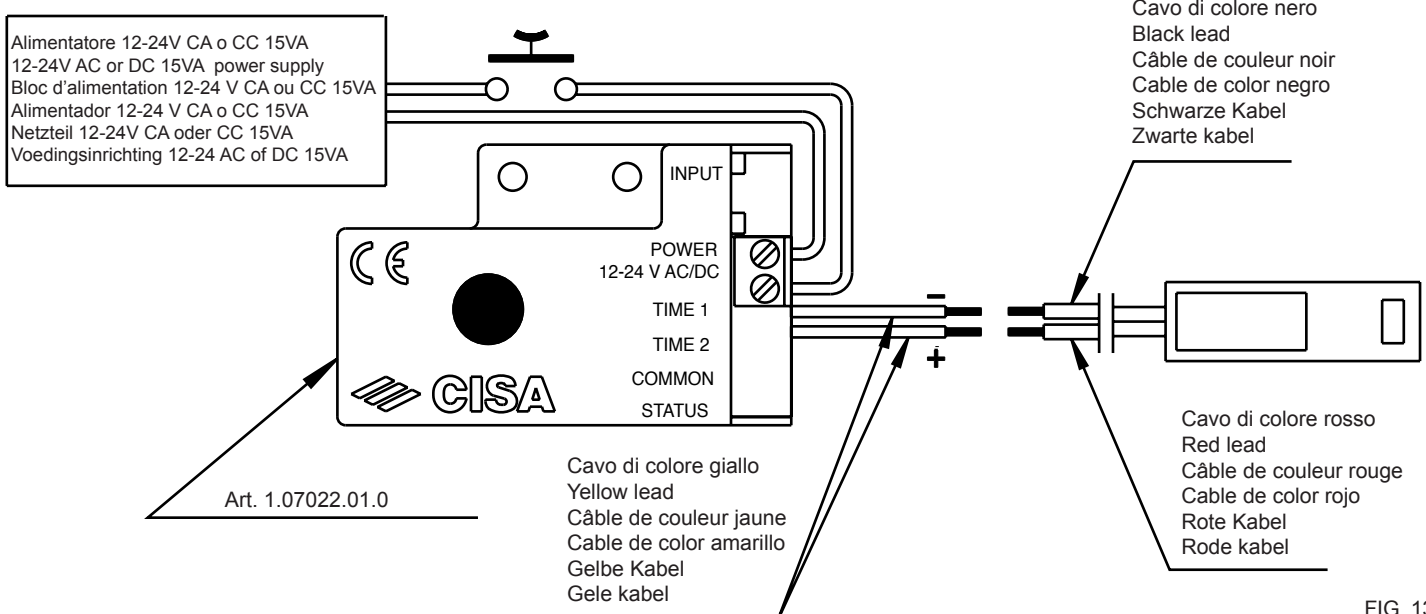

FIG. 13
#### ELETTROMANIGLIA (art. 1.07074.80.0) (fig. 13)
12. Per il corretto funzionamento dell'elettromaniglia è necessario collegare i fili giallo del booster (art. 1.07022.01.0 in dotazione) all'elettromaniglia e collegare i fili della tensione di alimentazione ai morsetti **POWER** e **AC/DC** come nello schema di fig. 13:
- collegare il booster ed il cavo rosso/nero fornito con l'elettromaniglia come indicato nella fig. 13.
#### POIGNEE ELECTRIQUE (art. 1.07074.80.0) (fig. 13)
12. Pour un fonctionnement correcte de la poignée électrique, il faut brancher les fils jaunes du surpresseur (art. 1.07022.01.0 en dotation) à la poignée électrique et brancher les fils de la tension d'alimentation aux bornes **POWER** et **CA/DC**, comme sur le schéma de la fig. 13 :
- brancher le surpresseur et le câble rouge/noir fourni avec la poignée électrique, comme indiqué sur la fig. 13.
#### ELEKTRODRÜCKER (Art. 1.07074.80.0) (Abb. 13)
12. Für das einwandfreie Funktionieren des Elektrodrückers ist es erforderlich, die gelben Boosterkabel (Art. 1.07022.01.0, mitgeliefert) an den Elektrodrücker anzuschließen und die Stromkabel an die Klemmen **POWER** und **AC/DC** gemäß Abb.13:
- Den Booster und das mit dem Elektrodrücker gelieferte rot/schwarze Kabel wie auf Abb. 13 zu sehen anschließen.
#### ELECTRIC HANDLE (item 1.07074.80.0) (fig. 13)
12. To ensure the electric handle smooth operation, the yellow booster (supplied item 1.07022.01.0) leads should be connected to the electric handle; the input voltage leads should be connected to the **POWER** and **AC/DC** terminals as shown in fig. 13.
- Connect the booster and the red/black lead supplied with the electric handle as shown in fig. 13;
#### ELECTROMANILLA (Art. 1.07074.80.0) (Fig. 13)
12. Para el correcto funcionamiento de la electromanilla, es necesario conectar los conductores amarillos del booster (Art. 1.07022.01.0 suministrado) a la electromanilla y los conductores de tensión de alimentación a los bornes **POWER** y **AC/DC**, según el esquema de la Fig. 13:
- conecte el booster y el cable rojo/negro suministrado con la electromanilla, según lo indicado en la Fig. 13;
#### ELEKTRISCHE HANDGREEP (art. 1.07074.80.0) (fig. 13)
12. Voor een juiste werking van de elektrische handgreep moeten de gele draden van de booster (art. 1.07022.01.0 bijgeleverd) aan de elektrische handgreep worden aangesloten en de draden van de voedingsspanning aan de klemmen **POWER** en **AC/DC** zoals op het schema van fig. 13:
- sluit de booster en de rood/zwarte kabel die bij de elektrische handgreep zijn geleverd aan volgens fig. 13.